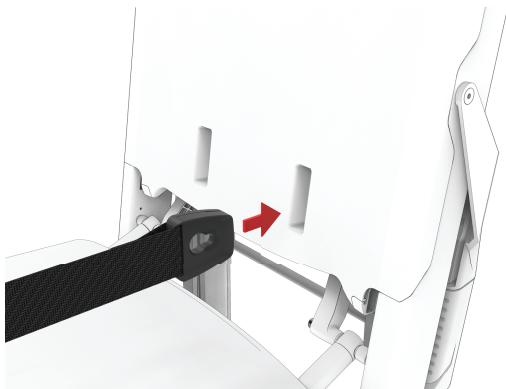
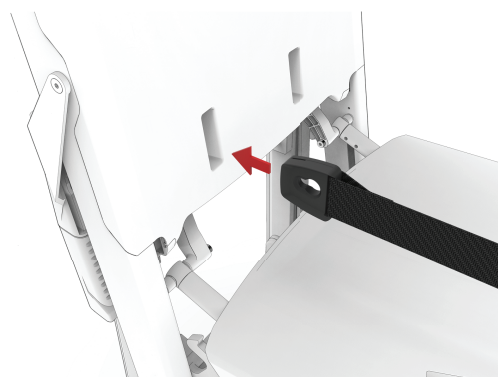

Figura 20 – Clipe do apoio para as costas, lado esquerdo do doente
Figura 21 – Clipe do apoio para as costas, lado direito do doente
3. Insira o clipe direito do apoio para as costas do doente através do orifício direito do doente no apoio para as costas (Figura 20 e Figura 21).